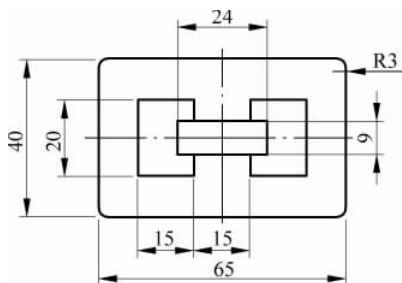

图 3.20 用绝对坐标等命令绘制图形
3. 用绝对坐标、相对坐标、矩形命令绘制如图 3.20 所示的图形。